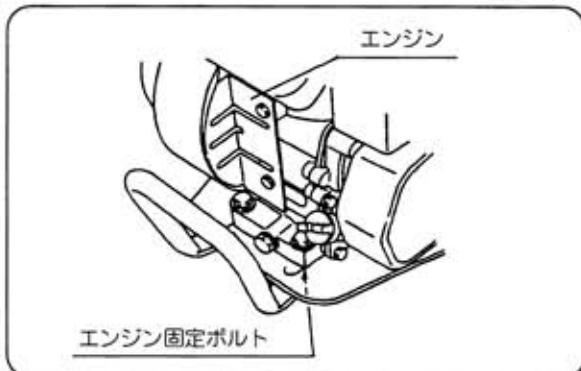

図33
- ③ 調節ボルトにおいて調整不可の際はエンジン固定ボルト(4本)を緩め、エンジンを前方に移動させてベルトの張り具合を調整します。(図33)